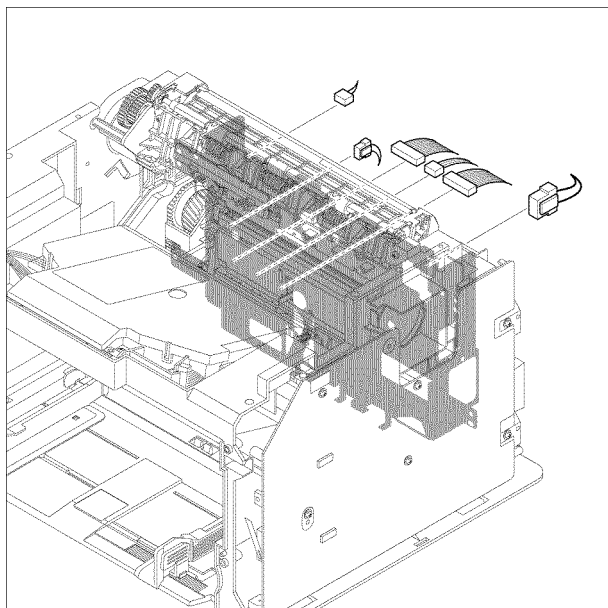

Рисунок 1
4. Отсоедините все разъемы от главной платы и SMPS, кроме CN 18 (Phaser 3124) / CN 11 (Phaser 3125) от главной платы и CON 2 от SMPS, рисунок 1.